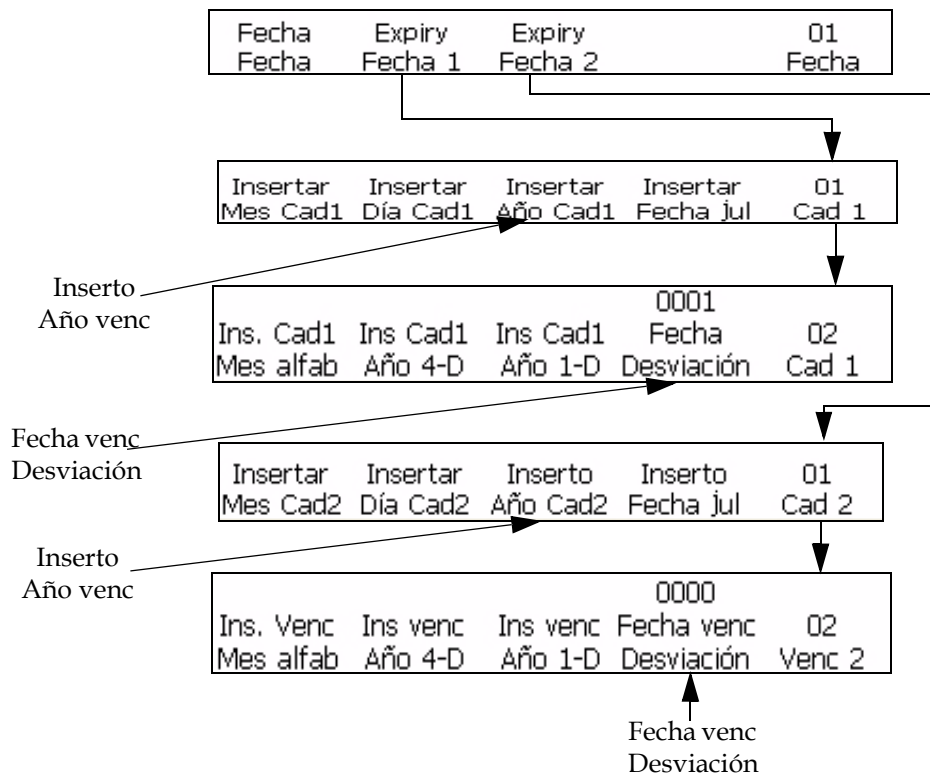

Figura 5-45: Marcos <01 Exp 1> y <01 Venc 2>
- 1 Comience en el marco <01 Exp 1> (01 Edición > 02 Edición - Insertos > 01 Inserto - Fecha > 01 Fecha - Expiry Dates 1 > 01 Exp 1). Consulte la Figura 5-45.